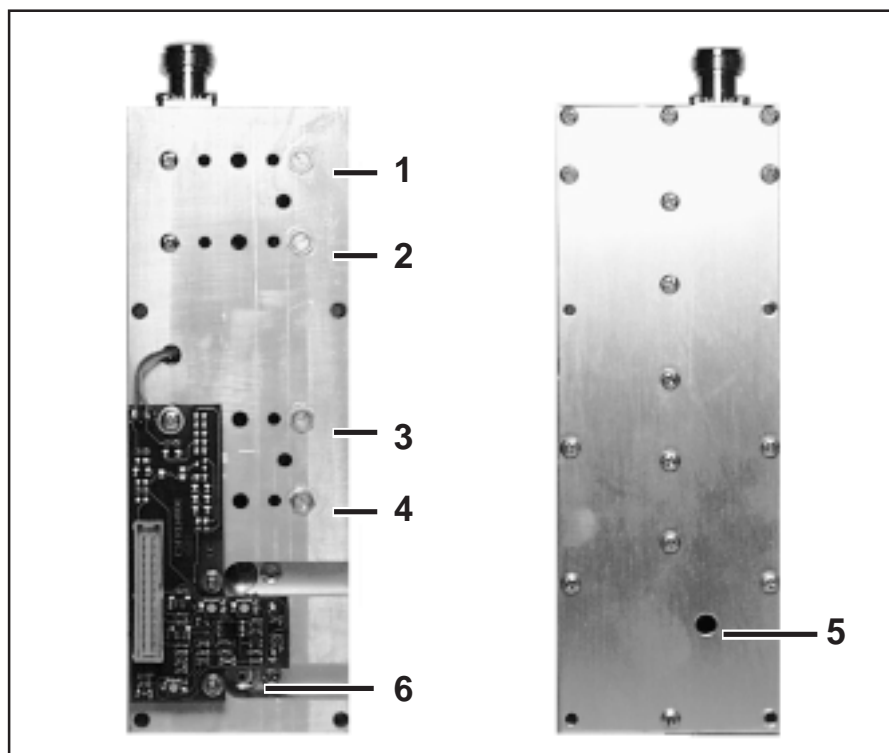

Figura 9.3
- Identificare i cinque trimmer di tipo capacitivo (Figura 9.3): regolatori 1,2,3,4 sono sul lato inferiore del ricevitore e sono direttamente accessibili; il regolatore 5 è invece un trimmer capacitivo SMD montato sul circuito stampato interno, accessibile tramite un foro apposito sulla scatola metallica.
- Rimuovere il collegamento tra front-end RF e circuito di frequenza intermedia nel ricevitore (connettore 6 in Figura 9.3). Collegare il front-end all'analizzatore di spettro usando il cavo e). Accendere il ricevitore.